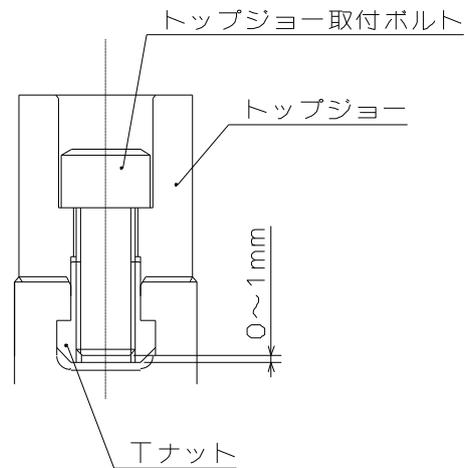

図 10
- ジョー取付ボルトの T ナットに対するねじ込み深さが浅いと、T ナットが破損し、ジョーや工作物が飛散して危険。取付ボルトが長すぎて T ナット底面から突き出ている場合も、トップジョーが固定されないため、ジョーや工作物が飛散して危険。従って、ジョー取付ボルトの全長は T ナットの底面より 0~1mm 程度とすること。(図 10 参照)